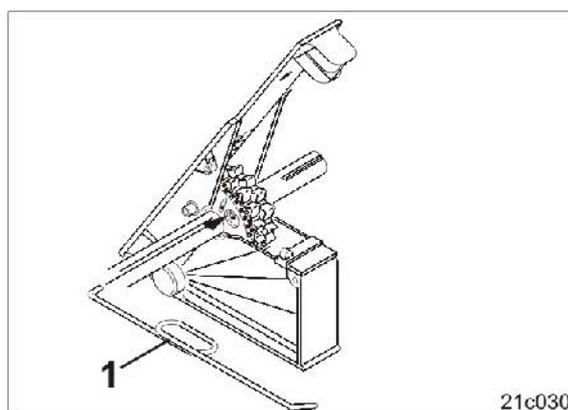

Fig. 121
1. Meter el pasador apretando con la llave suministrada (Fig. 121/1) detrás del orificio hasta el tope en la rueda sembradora normal.